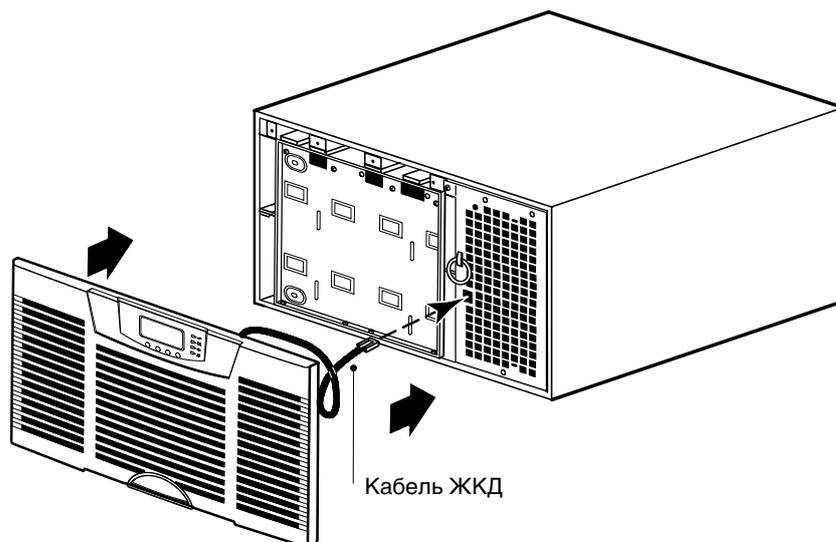

Рисунок 28. Установка передней крышки ИБП
5. Установите переднюю крышку ИБП (см. Рисунок 28):